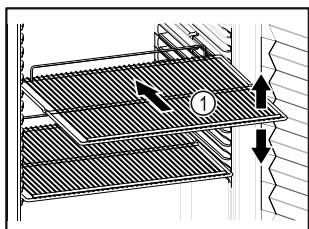

Fig. 59 Représentation à titre d'exemple
- Lorsque les grilles de support Fig. 59 (1) peuvent être déplacées, changez leur position en fonction de la hauteur des aliments.